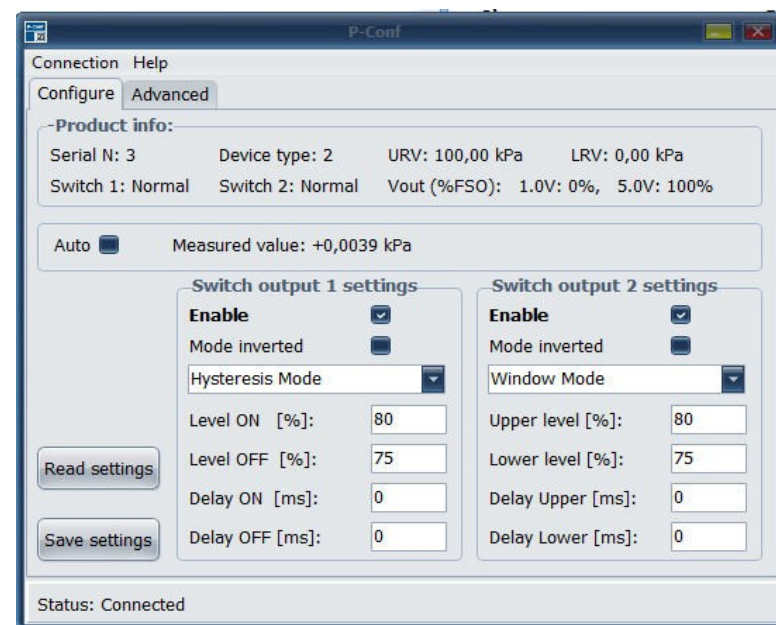
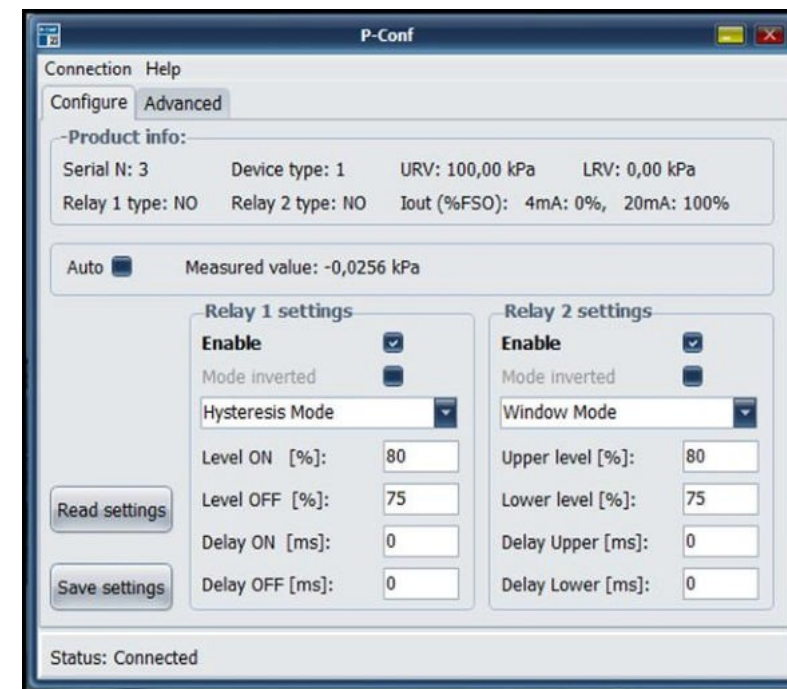

Рисунок 3 – Основное окно программы для моделей 3410 p, 3420 (p)
Рисунок 4 – Основное окно программы для моделей 3410 r, 3420 (r, rs)
3) выбрать команду «**Connection** ▶ **Connect**» – после удачного соединения ПО с настраиваемым изделием появится основное окно с доступными настройками на вкладке «Configure» (рисунок 3 или 4).
**В секторах «Switch output 1(2) settings»** (рисунок 3), или секторах «**Relay 1/2 Settings**» (рисунок 4), при отмеченной опции **Enable**, имеется возможность установить основные параметры работы каждого реле, которые зависят от выбранного режима работы выхода: гистерезис, окно или импульс (таблица 1).